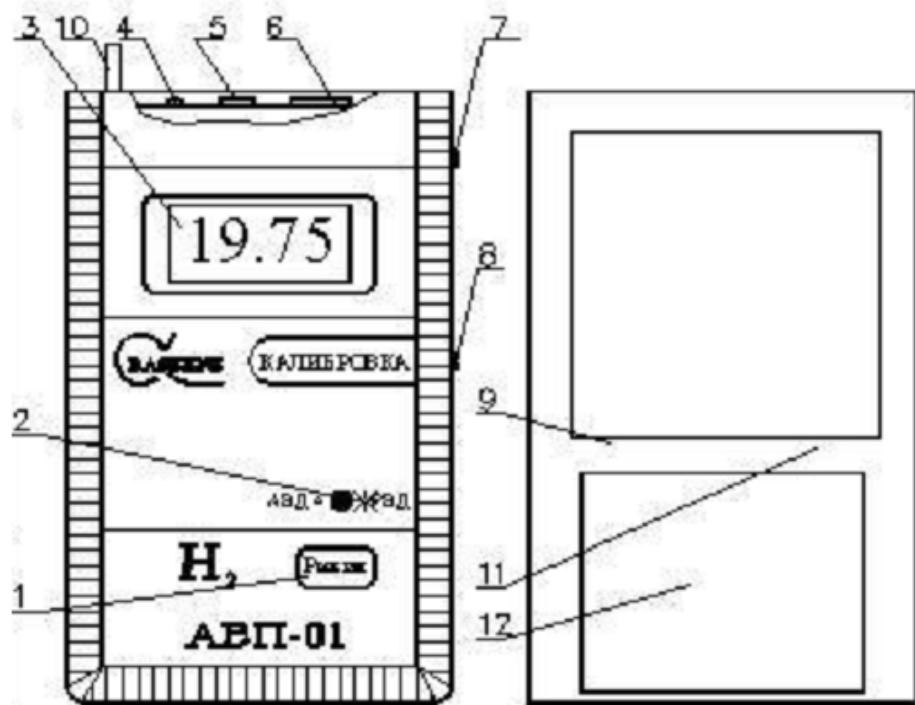
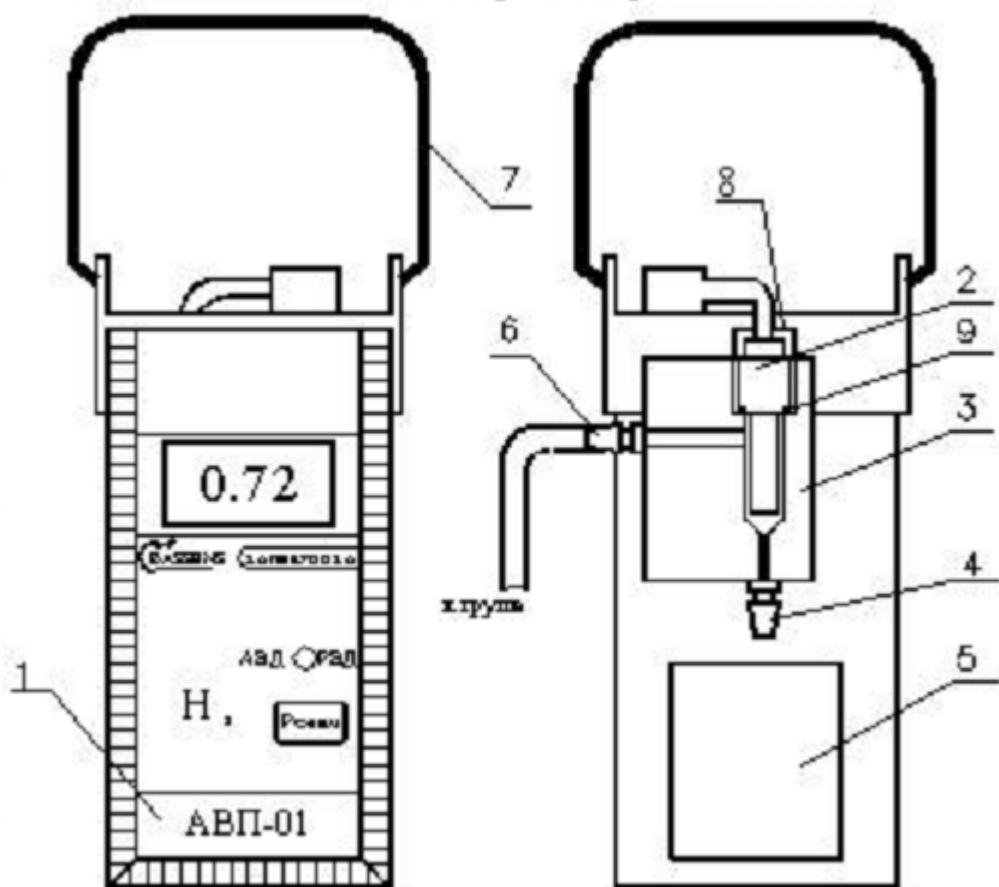
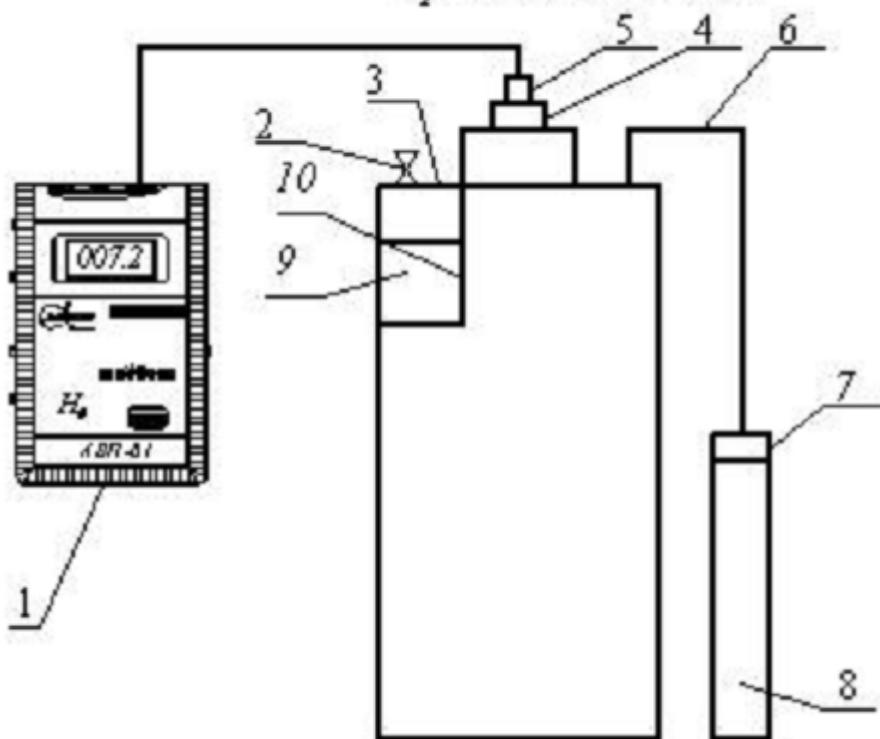

Рис. 2.
Рис. 4.
Рис. 5.
Калибровку анализатора по ПГС проводят следующим образом. Собирают установку для приготовления ПГС в соответствии с рис. 5. Сосуд 3 устанавливают в непосредственной близости от анализатора. Амперометрический сенсор 5 устанавливают в сосуд 3, герметично фиксируя его с помощью гайки 4 и резинового кольца. Гидрозатвор закрывают с помощью пробки 2, предварительно заполнив водой. Реактор 7 заполняют 50% аккумуляторной кислотой. Измельченную и взвешенную навеску металлического цинка бросают в реактор 7 и быстро соединяют его со входной трубкой 6 емкости 3. После завершения реакции (прекращение процесса образования пузырьков H_2 в реакторе 7) пробку 2 открывают и стравливают избыток давления в сосуде 3 через гидрозатвор 10. С помощью клавиши 1 ("РЕЖИМ") переведите анализатор в основной режим "АВД" (индикатор 2 погашен см. рис. 2), а на цифровом табло отображаются показания в единицах "об. %" с двумя знаками после запятой. Через 5 минут после выравнивания давления с помощью ручки потенциометра 12 устанавливают показания анализатора на расчетное значение процентного содержания водорода в ПГС, вычисленное по формуле 3. После проведения калибровки анализатора по ПГС амперометрический сенсор устанавливают в измерительную камеру, фиксируя его с помощью гайки 8 и герметизирующего кольца (см. рис. 4). Анализатор готов к работе.
10.1. Включите анализатор с помощью переключателя 10 "ВКЛ" (см рис. 2). После 10-15 минут анализатор готов к работе.
10.3. После достижения устойчивых показаний произведите их отсчет. При необходимости измерения температуры анализируемой пробы с помощью клавиши 1 "РЕЖИМ" (рис. 2) переведите анализатор в режим измерения температуры и считайте показания с цифрового табло. Затем с помощью клавиши 1 "РЕЖИМ" переведите анализатор в основной режим (индикатор 2 погашены).
испытаний используют установку для приготовления ПГС, входящую в комплект поставки анализатора. Схема установки представлена на рис. 5. Амперометрический сенсор 5 устанавливают в емкость 3 и фиксируют с помощью гайки 4. На аналитических весах с ценой деления не более 1 мг взвешивают три навески металлического цинка массой от 100 до 150 мг каждая. Емкость 3 тщательно продувают атмосферным воздухом и устанавливают пробку 2 на гидрозатворе. Реактор 7 заполняют до метки 50 % аккумуляторной кислотой. Одну из навесок металлического цинка бросают в реактор 7 и быстро соединяют его со входной трубкой 6 емкости 3. После завершения реакции (прекращение процесса образования пузырьков H_2) пробку 2 выкручивают и стравливают избыток давления в сосуде 3 через гидрозатвор 10. Через 5 минут производят отсчет показаний в единицах измерения об.% (см. п. 8). Затем отсоединяют реактор 7 и достают амперометрический сенсор 5 из сосуда 3. После достижения устойчивых показаний производят их отсчет в единицах об. % (см. п. 8). Испытания повторяют дважды для каждой из оставшихся навесок металлического цинка. После каждой ПГС производят измерения концентрации водорода в атмосферном воздухе и тщательно продувают сосуд 3 десятикратным объемом воздуха. Далее по формулам (3) вычисляют процентное содержание водорода (X_i) в приготовленных ПГС. Значения основной абсолютной погрешности измерений вычисляют по формулам
12.1.1. Отвинтить гайку 8 и осторожно достать амперометрический сенсор из измерительной камеры 3 (см. рис. 4).
12.1.7. Установить кольцо 9 на боковую поверхность амперометрического сенсора 2 (см. рис. 4) и подсоединить вилку амперометрического сенсора к розетке 6 (см. рис. 2) анализатора.
12.2.1. Проверить наличие кольца 9 (см. рис. 4) на амперометрическом сенсоре 2.
12.2.2. Протереть марлевым тампоном внутреннюю поверхность измерительной камеры. Медленно вставить амперометрический сенсор в измерительную камеру 3 (см. рис. 4).
12.4.1. Открутить гайку 8, осторожно достать АС из измерительной камеры 3 (см. рис. 4) и выполнить п. 12.1.2.